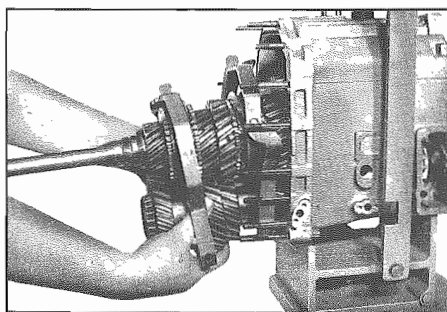

Fig. 16 - Estrazione dalla scatola degli alberi del cambio con le forcelle di comando
- Estrarre dalla scatola gli alberi del cambio con le forcelle di comando (Fig. 16). Riportare a tale scopo il cambio nuovamente in posizione orizzontale. Separare l'albero presa diretta (208), la gabbia a denti (401) e l'anello sincronizzatore (402) dall'albero primario.
- Snap circlip (206) out of ball bearing groove and pull out tapered ball bearing (207) with pul-
- Pull transmission shafts with shift forks completely out of housing (Fig. 16). For this purpose, swing transmission back into horizontal position. Remove drive shaft (208), cam cage (401) and blocking ring (402) from main shaft.